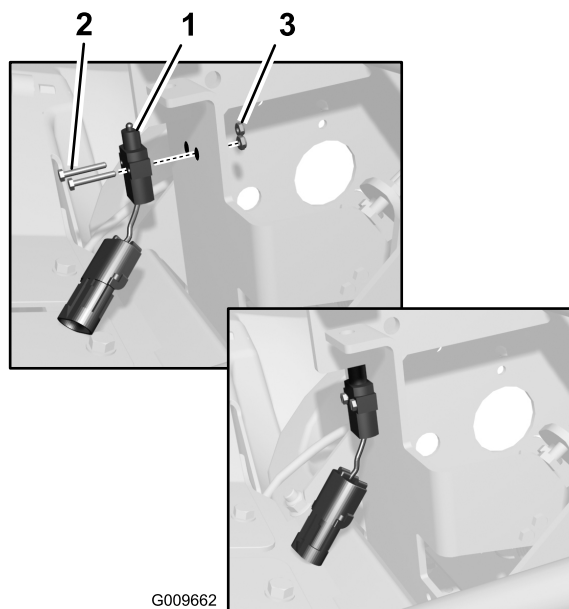

Figure 3
- 1. Montez le contacteur de frein sur la pédale à l'aide de deux vis n° 6 et contre-écrous (Figure 3).